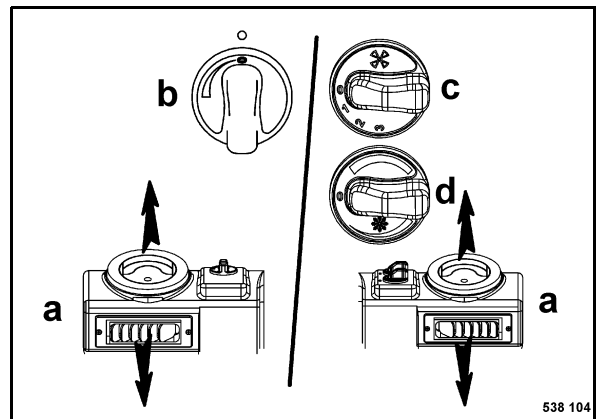

Fig. 81
- Dirigir la corriente de aire con las toberas de ventilación a (Fig. 81) al espacio para los pies.